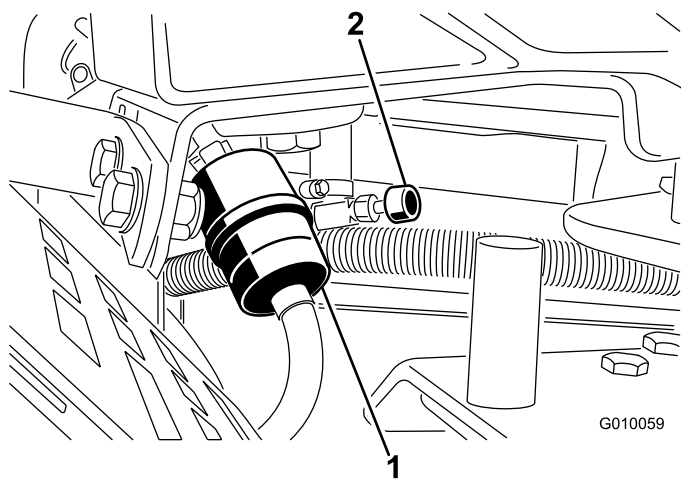

Рисунок 48
2. Закройте клапан отключения подачи топлива (Рисунок 48).
3. Ослабьте шланговый хомут на топливном фильтре и отодвиньте его по топливному трубопроводу от фильтра (Рисунок 48).
4. Отсоедините топливный трубопровод от топливного фильтра (Рисунок 48). Откройте клапан отключения подачи топлива и дайте топливу стечь в канистру или сливной поддон.
5. Установите топливный трубопровод на топливный фильтр. Передвиньте шланговый хомут к топливному фильтру, чтобы закрепить топливный трубопровод (Рисунок 48).
3. Сожмите концы шланговых хомутов и сдвиньте их с фильтра (Рисунок 48).
5. Установите новый фильтр и передвиньте шланговые хомуты ближе к фильтру (Рисунок 48).
7. Откройте клапан отключения подачи топлива (Рисунок 48).